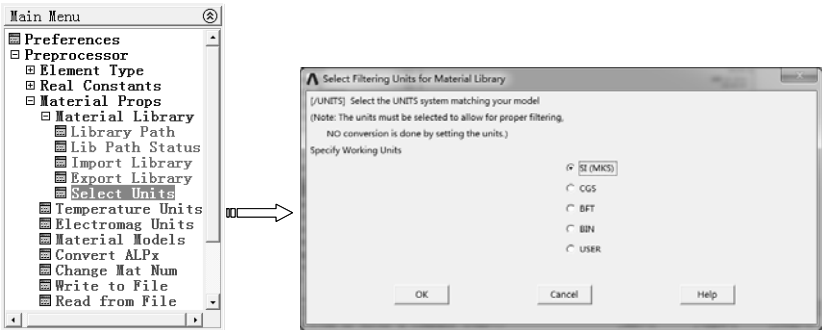

图 3-11 设置单位
- 2) 选择“Main Menu>Preprocessor>Material Props>Material Library>Select Units”命令，弹出“Select Filtering Units for Material Library”对话框，设置单位，如图 3-11 所示。